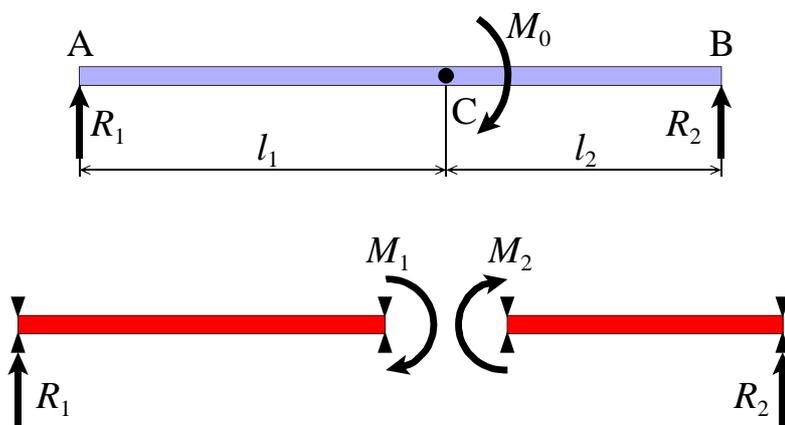

図 11: 集中モーメント  $M_0$  を受けるはりの点 C での分割
反力を求める際に、式 (14) のように書きました。これをもう少し砕いて考えます。まず、モーメント  $M_0$  を  $M_0 = M_1 + M_2$  と表し、点 C ではりを切断して回転支持点をつけます。左のはりにはモーメント  $M_1$  が、右のはりには  $M_2$  が作用しているとして考えます。これは、例題 1 で考えたことをモーメントで考えることになります。図 11 を参照してください。